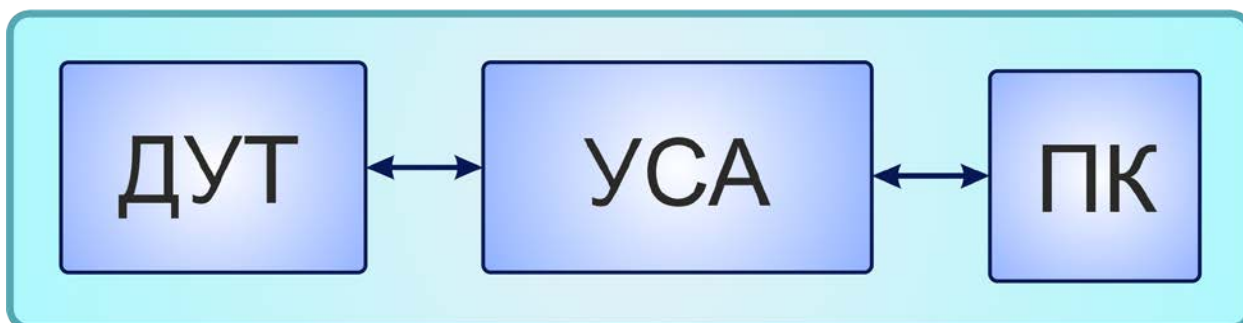

Рисунок 10 – Схема подключения ДУТ к ПК
4. Подключить датчик к ПК в соответствии с рис. 10.